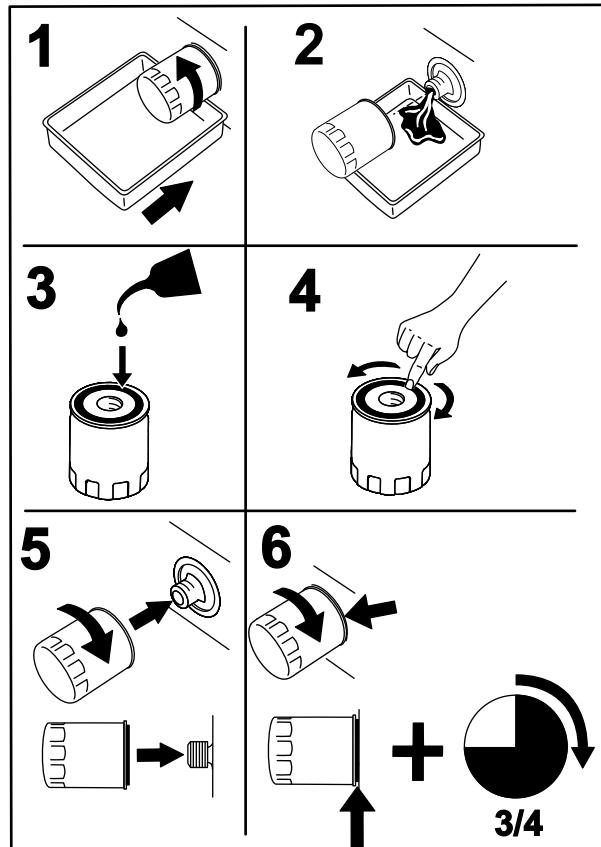

Figure 48
- Remplacez le filtre à huile moteur (Figure 48).